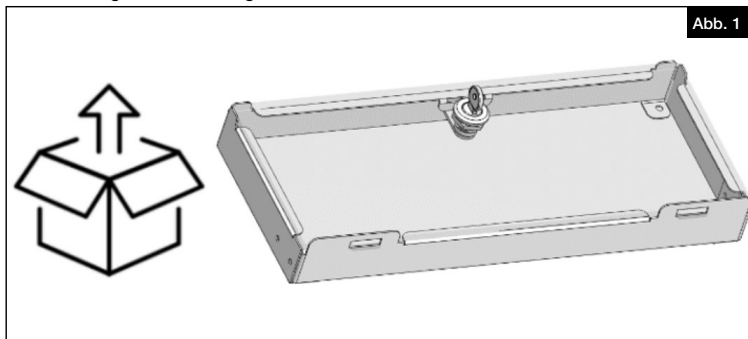
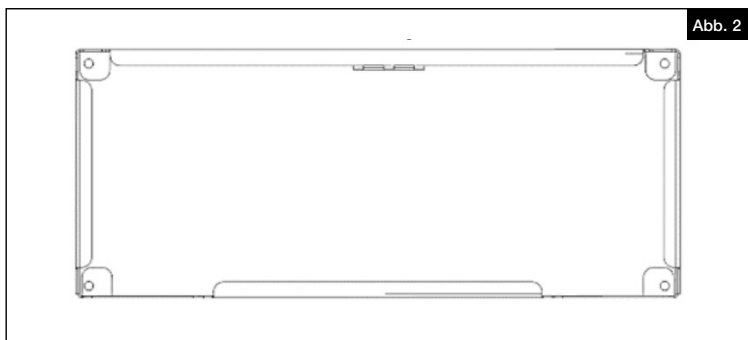

Abb. 1
Abb. 2
7. Setzen Sie den Plexiglasaufsatz auf die Abdeckung und verwenden Sie den Schlüssel, um den Plexiglasaufsatz auf der Abdeckung zu verriegeln (Abb. 1, Abb. 2).
7. Place the plexiglass top on the cover and use the key to lock the plexiglass top on the cover (Fig.1, Fig.2).